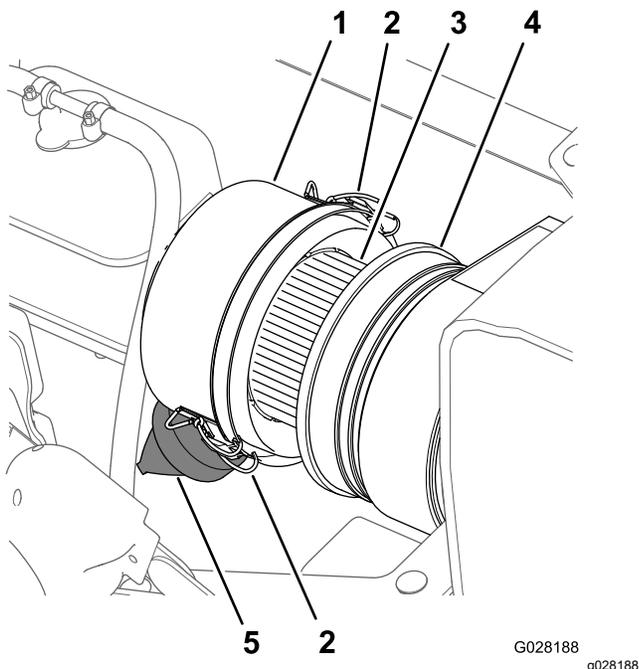
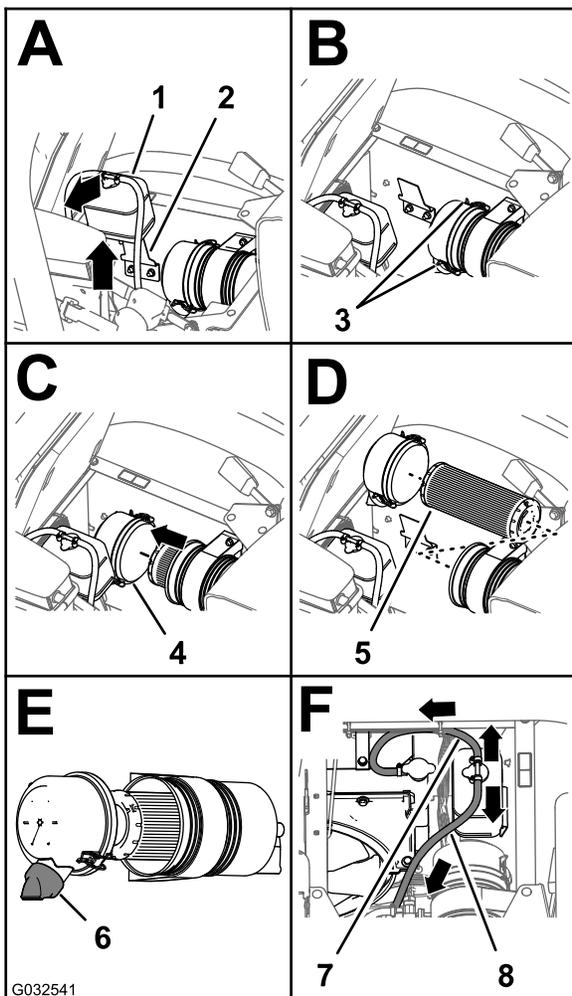

Figura 67
Figura 68
3. Limpe o tampão antipoeira e o corpo do filtro de ar (Figura 67).
4. Verifique se existe algum dano no corpo do filtro de ar que possa provocar uma fuga de ar (Figura 67).
5. Aperte a válvula do pó para a limpar de sujidade, pó e detritos (Figura 67).
7. Verifique se o elemento do filtro de ar tem acumulação excessiva de pó, sujidade e detritos (Figura 67).
8. Instale o tampão antipoeira no corpo do filtro de ar e fixe o tampão com os 2 trincos (Figura 67).
2. Limpe o tampão antipoeira e o corpo do filtro de ar (Figura 67).
3. Levante o depósito de expansão do líquido de refrigeração e retire-o do suporte do depósito (Figura 68).
- Solte os 2 trincos que fixam o tampão antipoeira ao corpo do filtro de ar (Figura 68).
- Limpe o interior do tampão antipoeira, do corpo do filtro de ar e da válvula antipoeira com um trapo húmido (Figura 67 e Figura 68).
- Introduza o elemento do filtro de ar no corpo do filtro de ar (Figura 68).
- Instale a cobertura no corpo do filtro de ar e fixe-a com os 2 trincos (Figura 68).
Nota: Certifique-se de que a válvula do pó está alinhada entre a posição das 5 e das 7 horas, quando vista da extremidade (Figura 68).
- Alinhe o depósito de expansão do líquido de refrigeração com o suporte do depósito e posicione o depósito com firmeza (Figura 68).
Importante: Certifique-se de que a tubagem de descarga da pressão é encaminhada para fora e para baixo e a tubagem de ventilação do depósito é encaminhada para trás, como se mostra na Figura 68.